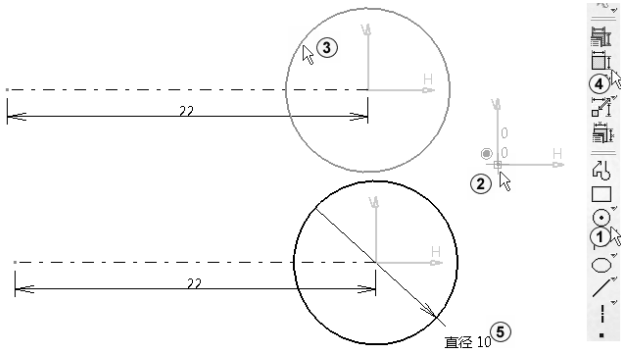

图 2-20 绘制圆
单击“圆”工具栏中的“圆”按钮，用鼠标指针捕捉原点，如图 2-20 中①②所示。鼠标指针离开原点到适当位置单击，绘制出一个圆，如图 2-20 中③所示。单击“约束”按钮，标注尺寸，结果如图 2-20 中④⑤所示。